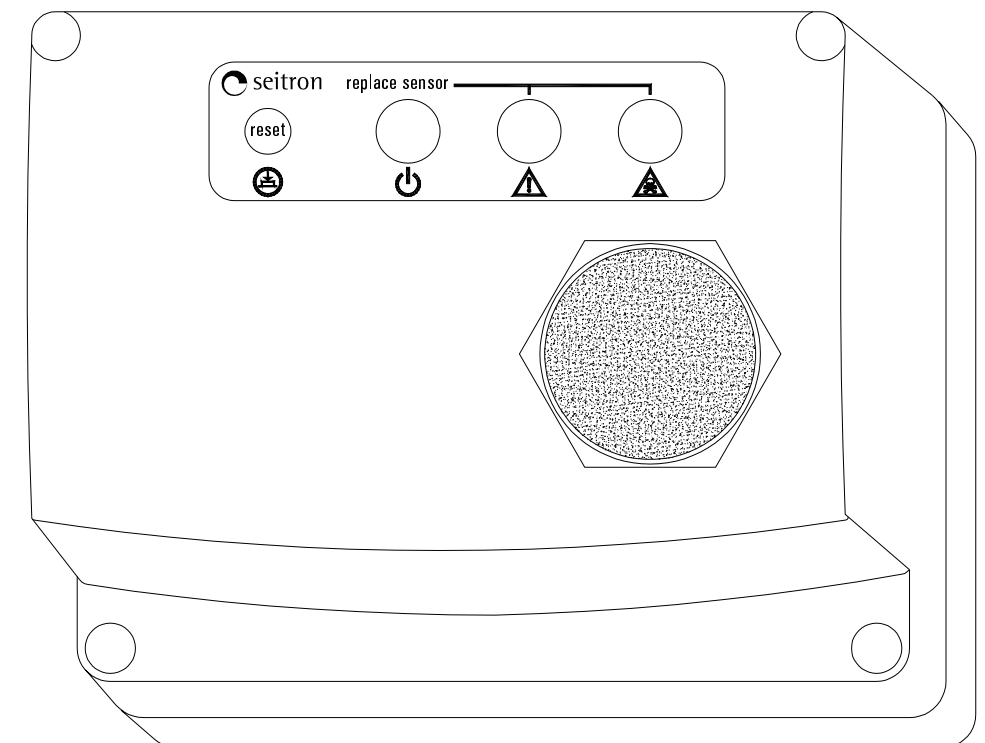

Fig. 1: Aspetto esteriore / External aspect / Aspect extérieur / Aspecto exterior
L'RGi CO0 L42 (Рис. 1) - это электронное микропроцессорное устройство, отвечающее необходимости обеспечения безопасности в случае, если использование бытового или промышленного оборудования может привести, ввиду плохого сгорания или неправильного функционирования, к загрязнению воздуха CO. Предусмотрен визуальный и звуковой двухуровневый сигнал тревоги:
El monóxido de carbono (CO) es un gas extremadamente tóxico y muy peligroso: siendo este incoloro e inodoro, imperceptible para las personas si no por las graves consecuencias que provoca, aunque sean inhalaciones reducidas. El RGI CO0 L42 (Fig. 1) es un dispositivo electrónico a microprocesador que responde a las necesidades de seguridad allí donde el uso de aparatos domésticos e industriales comporte riesgos, a causa de una mala combustión o de un funcionamiento irregular, por contaminación con CO.